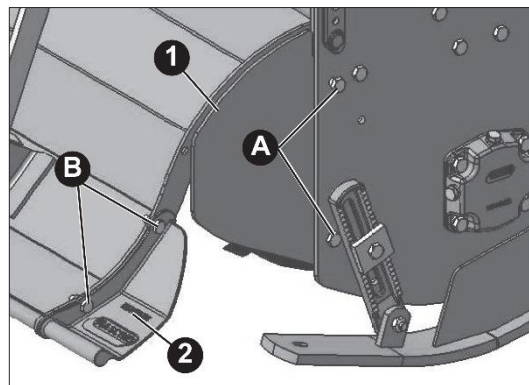

図 34
コンベヤ(1、図 34)の機能は、ロータリーボンネットの中に土を留め、ロータリーハローSC PRO の両側に土の堆積が残るのを防ぐことにあります。コンベヤは、均平板と外側との隙間を塞ぐ、保護機能も備えています。
均平板に加えられる拡張部(2、図 34)により、ロータリーハローの両端やスキッドに土が残っている場合、その土をうまく均すことができます。
- 最初に、図 34 に示すように、2 つのネジ B(F01020476-M10x30) と ナット (F01220033-M10x1.5) を使って、均平板の端に拡張部(2、図 34)を取り付けてください。
- 次に、図 34 に示すように、2 つのネジ A(F01010291-M12x35) と ナット (F01220047-M12x1.25) を使って、本機の端にコンベヤ(1、図 34)を取り付けてください。